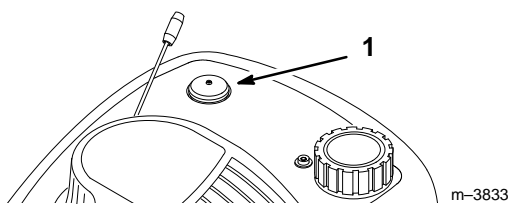

Figure 9
2. Appuyer trois fois sur l'amorceur (Fig. 9), à environ deux secondes d'intervalle.